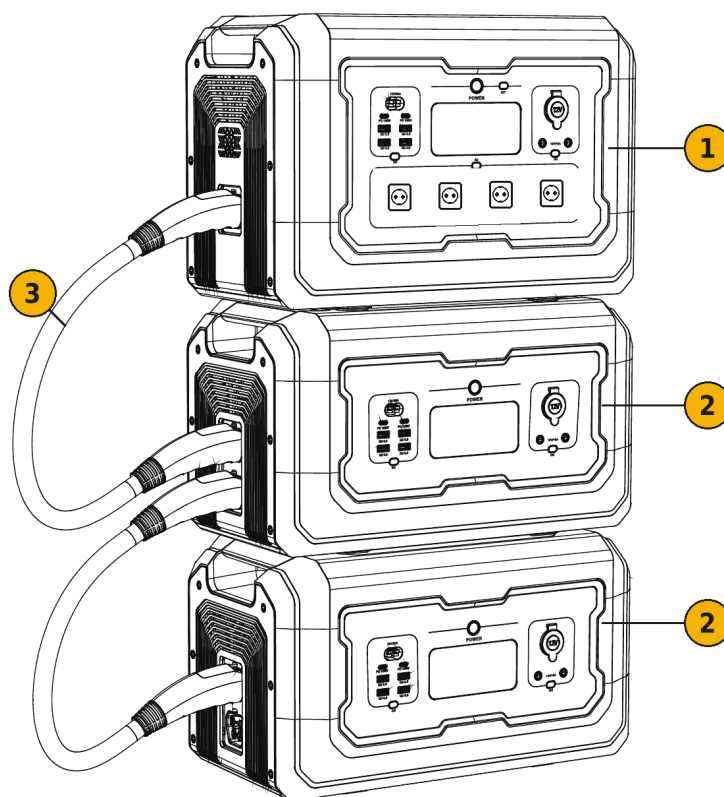

FIG. 4 — Estação de energia com duas baterias externas ligadas
Existe um botão DC (8) por baixo de cada painel de tomadas: cada um ativa e desativa as saídas do painel sob o qual se encontra. Das duas tomadas de ligação (9), uma recebe o cabo proveniente da estação de energia e a outra permite ligar uma segunda bateria externa (FIG. 4).
- 3) Para acrescentar mais baterias, conecte cada uma com o seu próprio cabo à tomada livre da anterior, como mostra a FIG. 4. Com a estação AY-1024 Wh / 2000 W podem ser acopladas até quatro baterias, atingindo o conjunto 9.216 Wh; para as restantes estações, consulte o respetivo manual.